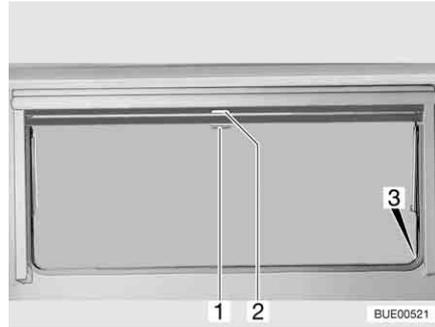

Fig. 30 Finestra apribile
*Chiusura:* ■ Tirare verso il basso l'oscurante a rullo accompagnandolo con la maniglia (Fig. 30,2). Quando si chiude completamente l'oscurante a rullo esso va agganciato da entrambi i lati al telaio della finestra nell'apposito elemento di fissaggio (Fig. 30,3).
*Apertura:* ■ Quando l'oscurante a rullo è completamente chiuso: Spingere la maniglia (Fig. 30,2) verso il basso tirandola leggermente verso l'interno. Sganciare l'oscurante a rullo dagli elementi di fissaggio a destra e a sinistra del telaio della finestra.
■ Quando l'oscurante a rullo si trova in posizione intermedia: Tirare la maniglia (Fig. 30,2) leggermente verso il basso finché l'elemento di fissaggio non si è sganciato.
*Chiusura:* ■ Tirare la maniglia (Fig. 30,1) della zanzariera a rullo verso il basso e agganciarla all'elemento di fissaggio (Fig. 30,3) su entrambi i lati del telaio della finestra.
*Apertura:* ■ Spingere la maniglia (Fig. 30,1) verso il basso tirandola leggermente verso l'interno. Sganciare la zanzariera a rullo dagli elementi di fissaggio a destra e a sinistra del telaio della finestra.